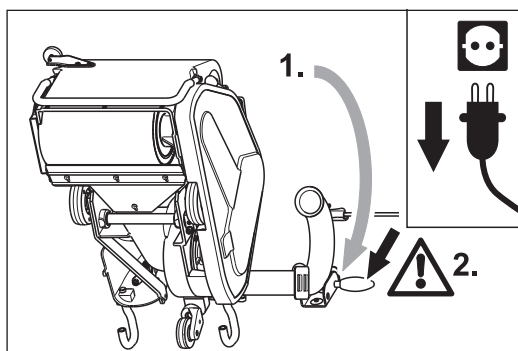

Abb. 57 Die Maschine nach hinten kippen (1.) und vorsichtig auf dem Boden ablegen. **Achten Sie auf einen sicheren Stand der Maschine (2.)!**
- 3 Kippen Sie die Maschine über die Sturzbügel nach hinten (Abb. 57, 1.). Legen Sie die Maschine vorsichtig auf dem Boden ab. **Achten Sie auf einen sicheren Stand der Maschine (Abb. 57, 2.)!**